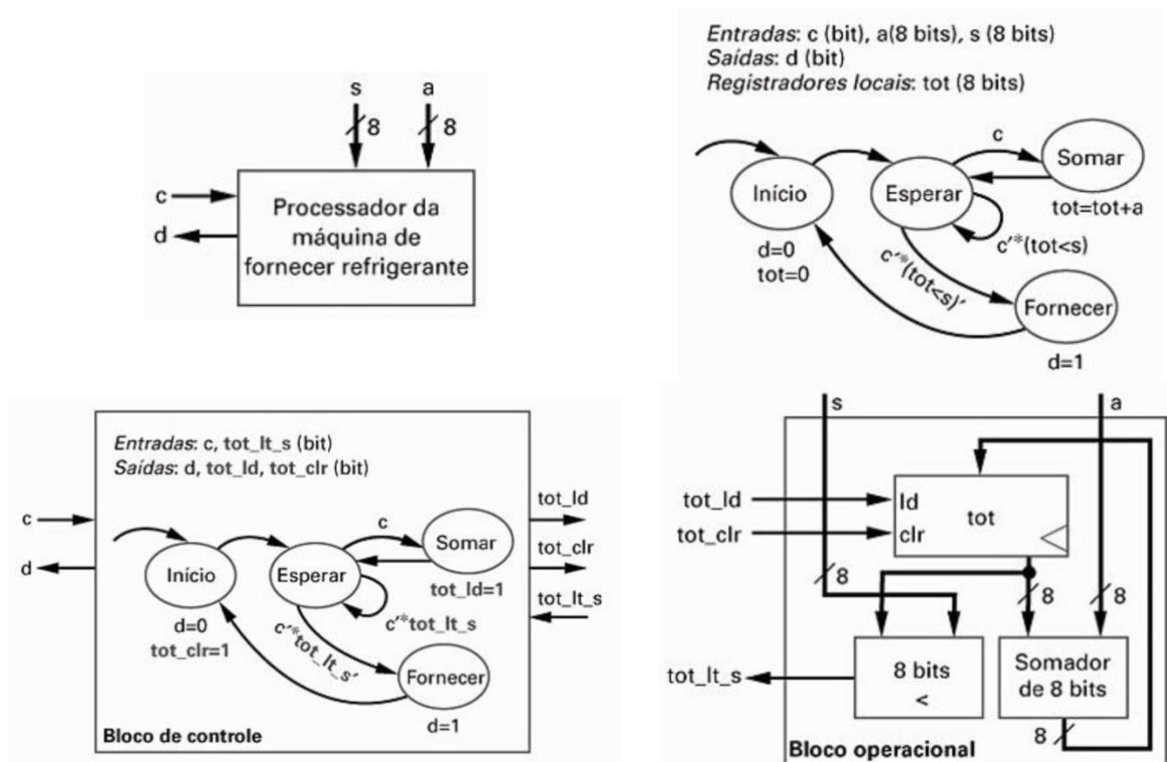

Figura 1 – Diagramas da máquina de refrigerante
Considere a máquina de refrigerantes mostrada na Figura 1. Ela possui um detector de moedas, que fornece a entrada **c** de um bit, que é 1 durante 1 ciclo de clock quando uma moeda é detectada. A entrada **a** de oito bits indica o valor da moeda inserida, enquanto a entrada **s** indica o custo de um refrigerante. A saída **d** será 1 durante 1 ciclo de clock quando o valor total das moedas for maior ou igual ao custo de 1 refrigerante. Qualquer valor em excesso é retido.
- Elaborar uma breve descrição textual dos diagramas do bloco operacional e da FSM da Figura 1. Esse item deve ser manuscrito e digitalizado.
- Arquivo PDF com resposta digitalizada do item 1.